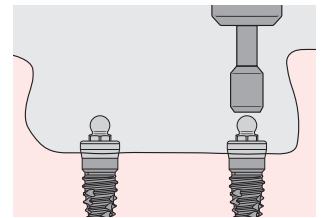

Fig. 4
- (Fig. 4): Avvitare il Dalbo® Certain® Abutment con l'ausilio del cacciavite O-Ring/Dal-Ro (RAOR1) e la chiave dinamometrica sull'impianto applicando una forza di 20Ncm. (Se il chirurgo inserisce solo il Dalbo® Certain® Abutment è necessario scaricare la protesi intorno all'abutment.)